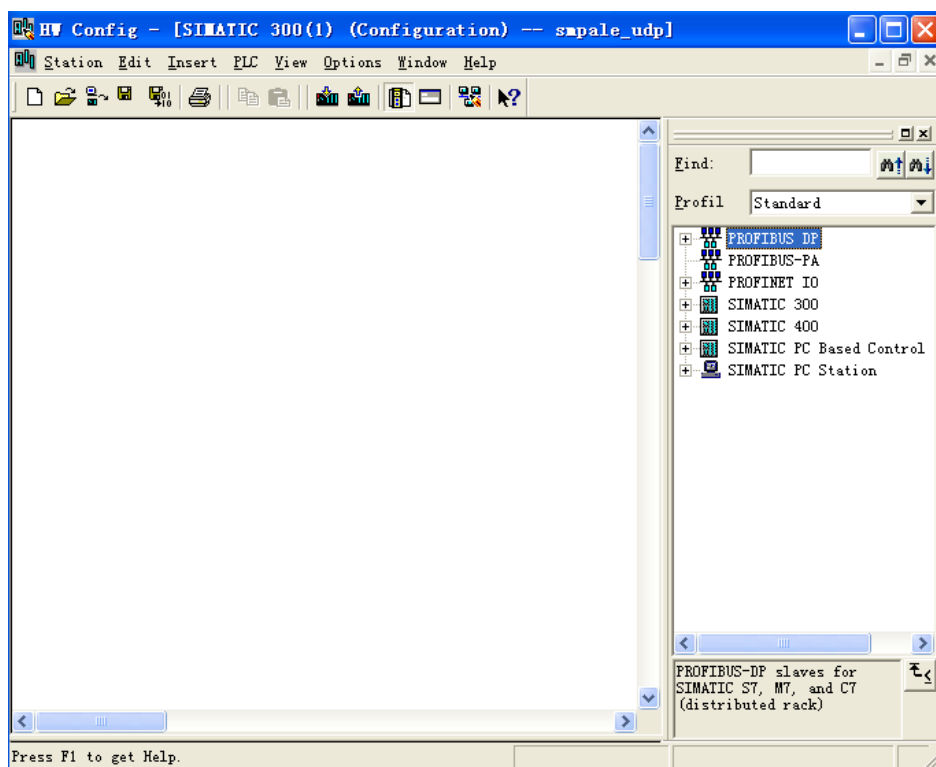

图 1.1.4 硬件组态界面
(4)、双击 Hardware，会弹出硬件配置界面，界面如图 1.1.4 所示。